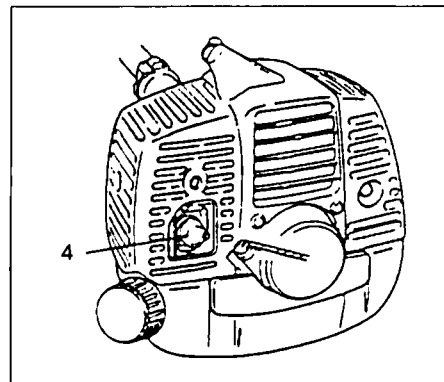

Fig. 2-2C
1. Set stop switch (1) to ON position.
- * Push priming bulb (4) several times so that fuel flows through bulb into carburetor. (If so equipped)(Fig. 2-2C)
2. With the safety lever (2) pressed (if so equipped), pull throttle trigger and push lock button (3), then slowly release the throttle trigger first, then the safety lever. This will lock the throttle in starting position.
1. Régler le bouton d'arrêt (1) sur la position ON (marche).
- * Presser la poire d'amorçage (4) à plusieurs reprises pour que le carburant puisse s'écouler de la poire dans le carburateur (S'il en est muni)(Fig. 2-2C)
2. Tout en appuyant sur le levier de sécurité (2) (si il en est muni), tirer la manette de commande des gaz et appuyer sur le bouton de blocage (3). Relâcher ensuite lentement la manette de commande des gaz en premier, puis le levier de sécurité. Ceci bloquera le papillon de commande des gaz sur la position de départ.
1. Poner el interruptor de parada (1) en posición activada ON.
- * Empujar varias veces el bulbo cebador (4) de manera que el combustible fluya a través del bulbo hacia el carburador. (Si está provista)(Fig. 2-2C)
2. Con la palanca de seguridad (2) presionada (si está provista), tirar de la palanquita del acelerador y empujar el botón de bloqueo (3), soltar después lentamente el acelerador. Se bloqueará así el acelerador en la posición de arranque.